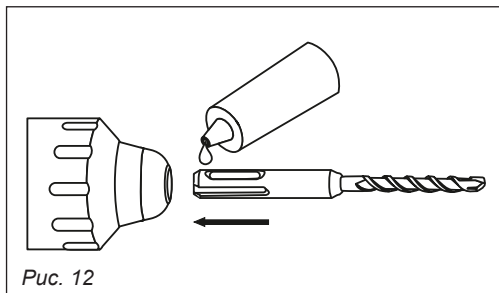

Рис. 12
3. Регулярно производите мазку наконечника сменного инструмента (рис. 12).